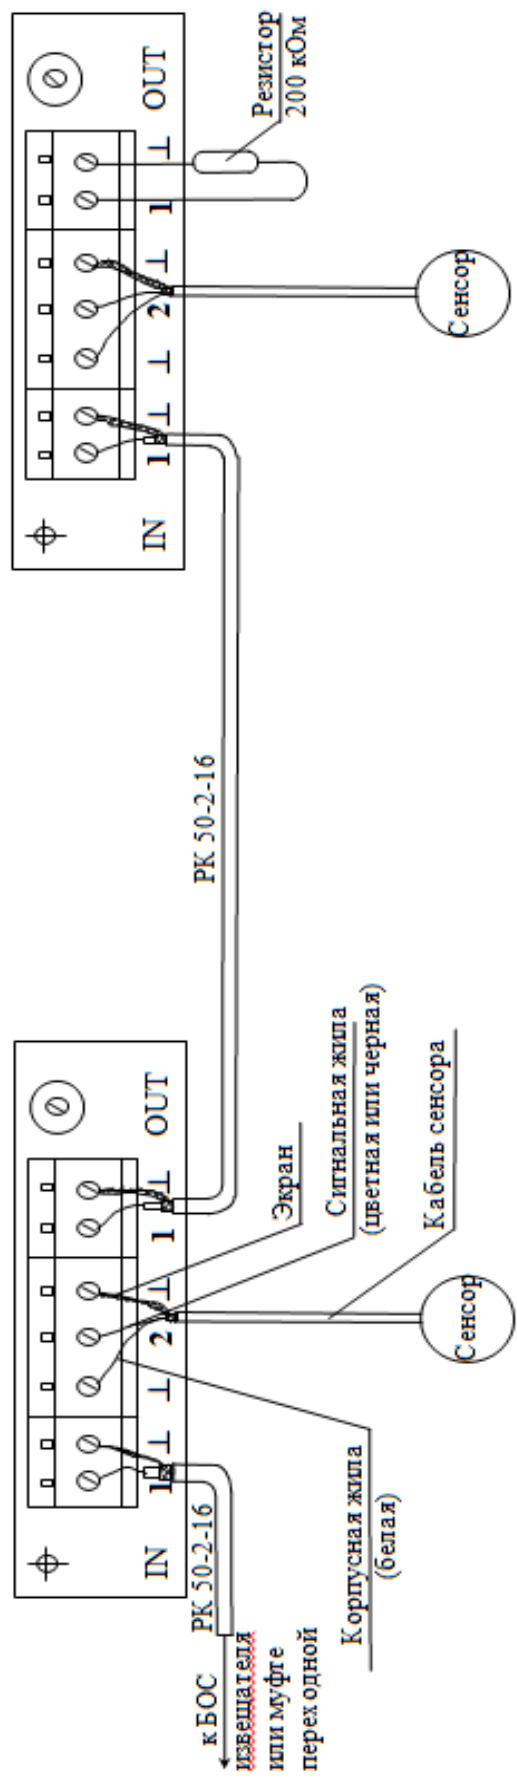

Рисунок 4.30
– центральную жилу кабеля соединительного РК предназначенного для подключения к входу БОС, либо к муфте переходной (в зависимости от проекта) подключить к клемме «1 In», экранирующую оплетку к клемме «┐» (рисунок 4.30);
– подключить сигнальную жилу кабеля сенсора к клемме «2», вторую жилу и экран кабеля сенсора подключить к двум крайним клеммам «┐» (рисунок 4.30)
– центральную жилу кабеля соединительного РК предназначенного для подключения к следующему РЧС-Т, подключить к клемме «1 Out», экранирующую оплетку к клемме «┐» (рисунок 4.30);